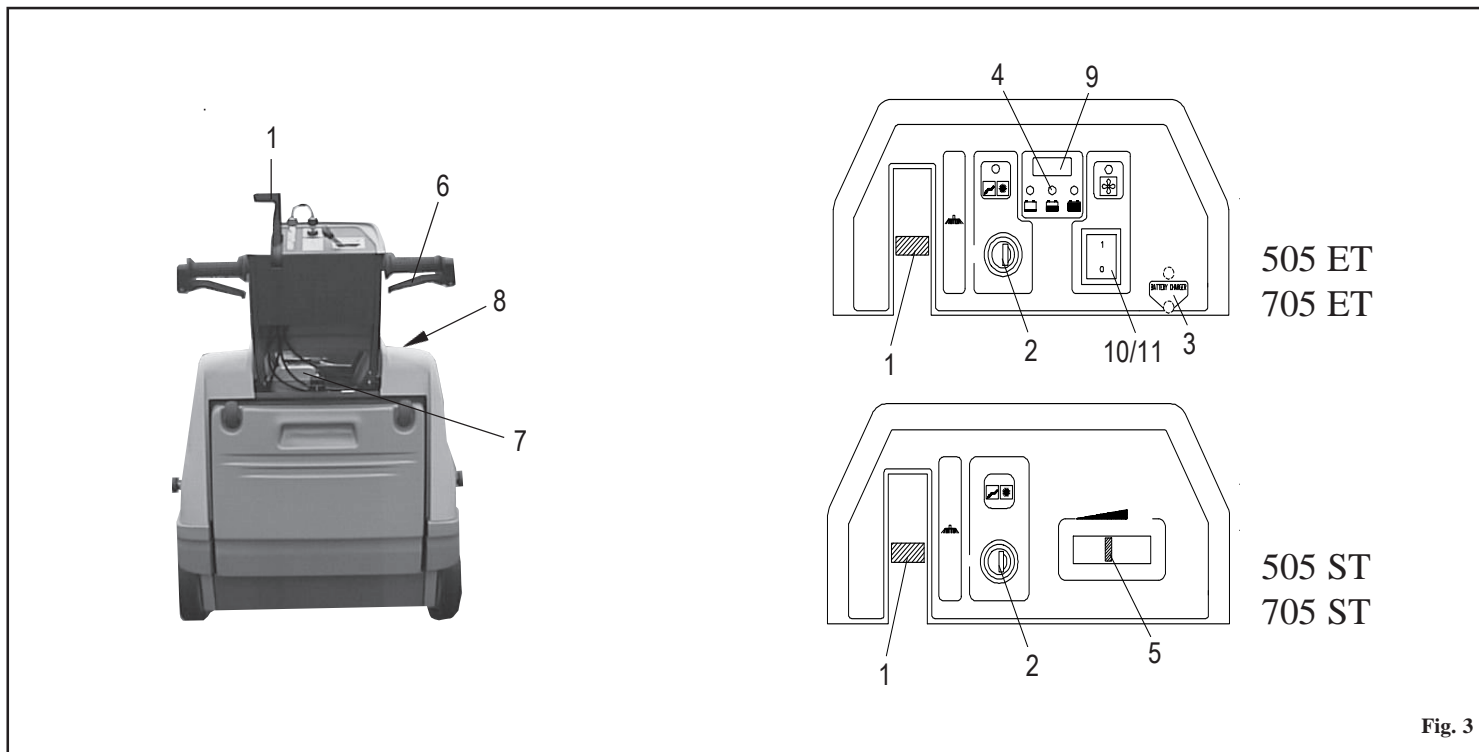

Fig. 3
- Ställ borstspaken (**pos. 1 Fig. 3**) på läget **OFF**.
Kontrollera motoroljenivån. Fyll på bränsletanken med **BLYFRI** bensin. Kontrollera att brytaren **pos. 9 Fig. 5** som sitter på motorn står på **OFF** för aktivering av nyckelbrytaren **pos. 2 Fig. 3** på instrumentbrädan. För ytterligare information angående motorn, se motorns specifika bruksanvisning.
- Kontrollera att sidoborsten **pos. 1 Fig. 3** står på läget **OFF**.
- Ställ nyckelbrytaren **pos. 2 Fig. 3** på läget **ON**. Efter att du vridit om nyckeln, vänta cirka 10" innan du sätter maskinen i rörelse. Kontrollera med hjälp av kontrolllampan **pos. 4 Fig. 3** att batteriet är fulladdat innan du börjar arbetet. Om detta inte är fallet, ladda upp batteriet.
- Dra i manöverspaken **pos. 6 Fig. 3** och börja rengöringen. Vid behov, ställ spaken **pos. 1 Fig. 3** på läget **ON** för att koppla till sidoborsten.
- Ställ gasspaken **pos. 5 Fig. 3** på läget **START**.
- Ställ nyckeln **pos. 2 Fig. 3** på läget **ON**.
- Använd acceleratoren **pos. 5 Fig. 3** för önskat varvtal.
- Efter arbetet, ställ sidoborsten **pos. 1 Fig. 3** på läget **OFF**. Ställ gasspaken på läget **START** och stäng av maskinen genom att ställa nyckelbrytaren **pos. 2 Fig. 3** på läget **OFF**. Stäng besinkranen **pos. 3 Fig. 4**.